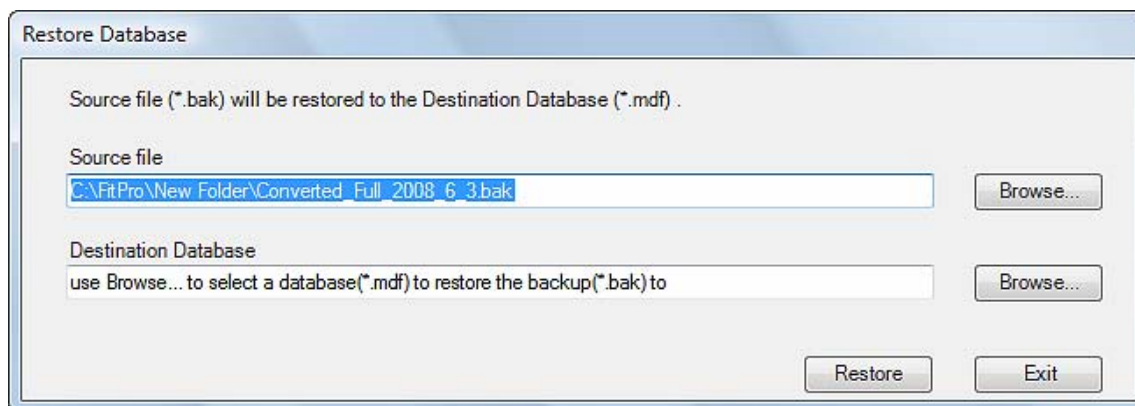

Ilustración 28. Cuadro de diálogo Restore Database (Restaurar base de datos)
- Seleccione **Database | Restore** (Base de datos | Restaurar). Aparecerá el cuadro de diálogo Restore Database (Restaurar base de datos) (Ilustración 28).